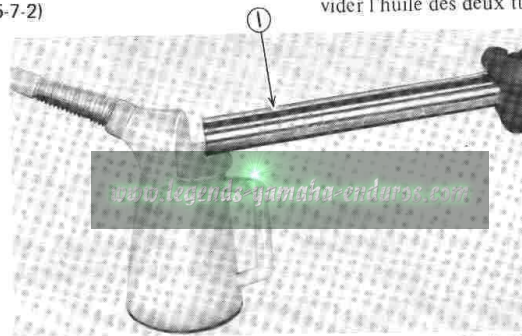

Fig. 5-7-2
2. Using socket adaptor remove the caps and drain the oil from both fork tubes. (Fig. 5-7-2)
2. A l'aide d'un adaptateur à douille, retirez les bouchons et vider l'huile des deux tubes de fourche. (Fig. 5-7-2)